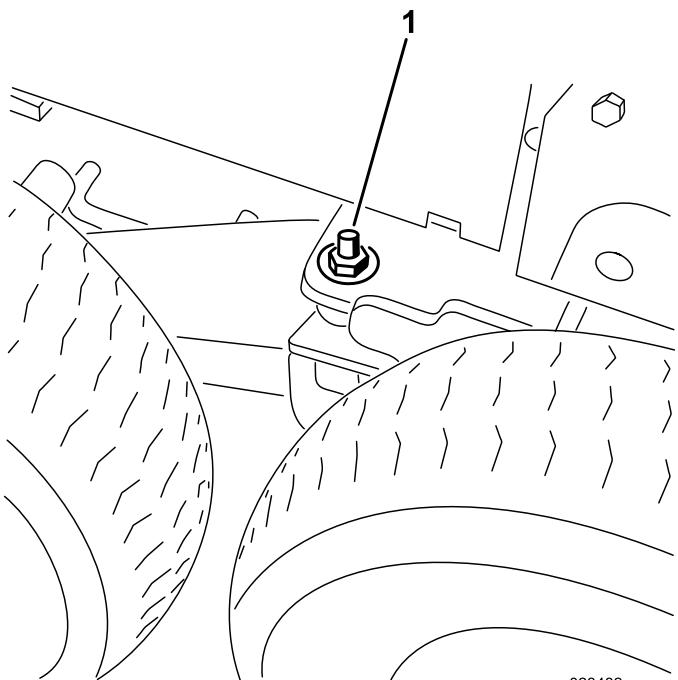

Figure 29
20. Enlevez la rondelle plate (1/2 po) et l'écrou (1/2 po) placés sur le goujon du pivot de bogie (Figure 29).
26. Abaissez le cric jusqu'à ce que les roues avant supportent le cadre. Montez les rondelles plates (1/2 po) et les contre-écrous sur le goujon de pivot de bogie (Figure 29) et serrez à 102 Nm (75 pi-lb).